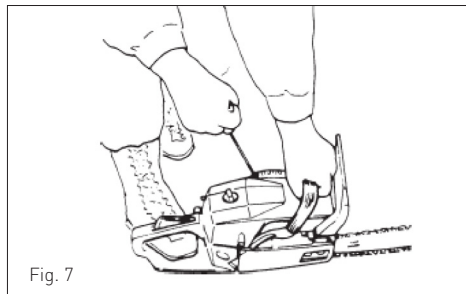

Fig. 7
(5) Para ligar o motor, puxe vigorosamente a alavanca do sistema de arranque, (Fig. 7).
(6) Depois do motor iniciar, não acelere com o travão ativado, primeiro puxe a proteção frontal para trás para destravar a corrente, de seguida, antes de começar a trabalhar, acelere um pouco para aquecer o motor. Tenha em atenção que a corrente não deve estar em contacto com nenhum objeto no momento que carregar no acelerador. Utilize acessórios de proteção adequados.